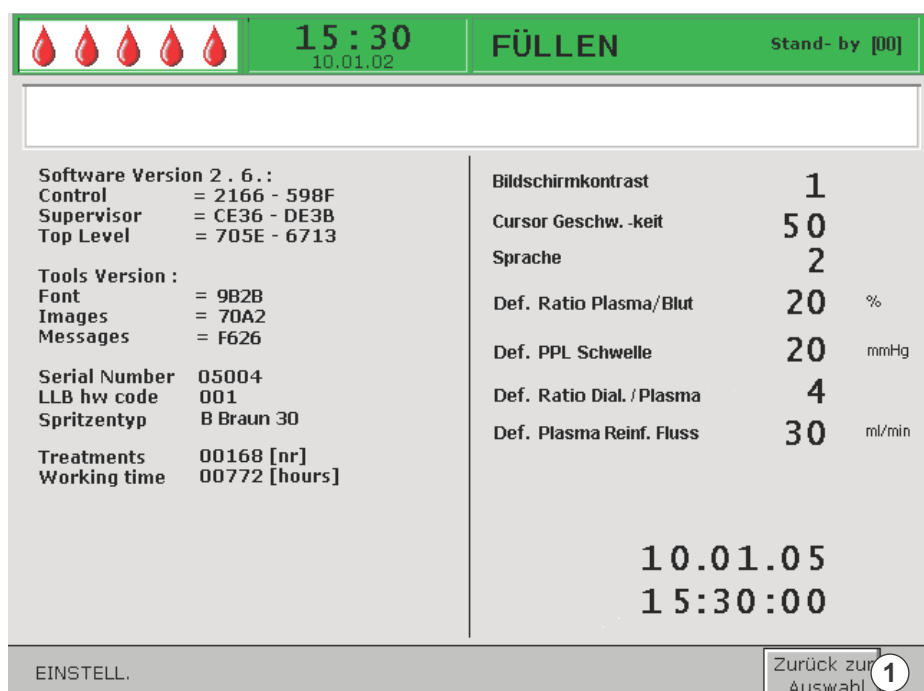

Abb. 3-8 Verlassen des Bildschirms *Einstellungen*
1. Um den *EINSTELL.*-Bildschirm zu verlassen, den Menüpunkt *Zurück zur Auswahl* (Abb. 3-8, ①) in der Menüzeile auswählen und *Enter*-Taste drücken.